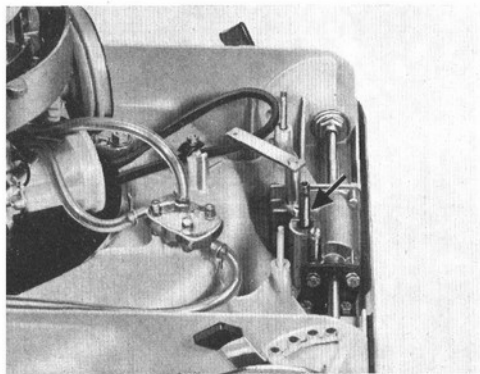

Bild 59
**Zur Beachtung:** Wellenende der Schnecke **senkrecht** ausrichten. Anziehen der 2 Sechskantschrauben M 6 x 12 mit Federringen am Fahrgetriebe. Getriebe auf Leichtgängigkeit durch Drehen eines Ritzels prüfen. Auflegen einer Keilriemenscheibenhälfte, des Keilriemens und 2–3 Distanzscheiben. Nach der zweiten Scheibenhälfte und weiteren Distanzscheiben wird alles mit Zahnscheibe und Sechskantmutter M 8 befestigt (Bild 59).